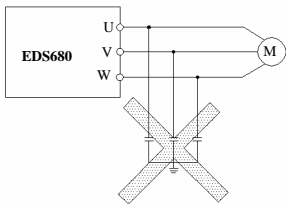

图 1-2 变频器输出端禁止使用电容器
- (9) 禁止输出侧安装改善功率因数的电容器或防雷用压敏电阻等，否则将造成变频器故障跳闸或器件的损坏，如图 1-2 所示。